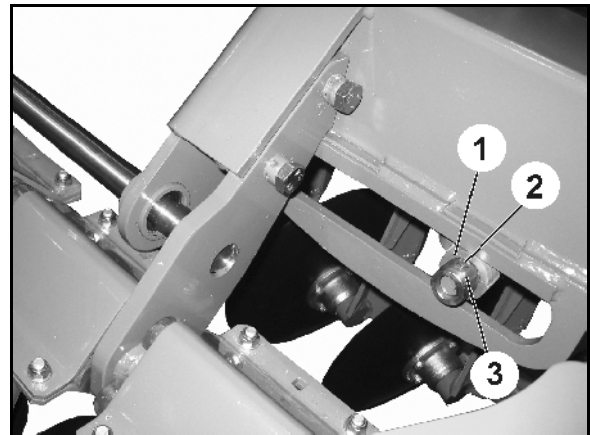

Fig. 37
Ved utskiftning av rullen (Fig. 37/1) må maskinen være foldet ut og stå slik at rullen ikke er i spenning.
1. Løsne skruforbindelsen (Fig. 37/2).
2. Trekk av hylsen (Fig. 37/3).